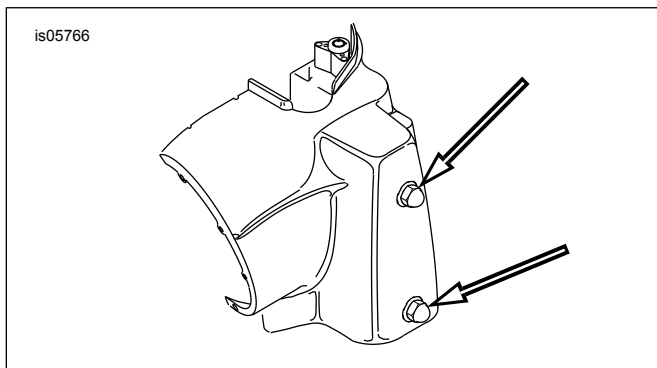

Figure 9. Fixations du phare de la nacelle (modèles FLHR)
- Consultez Figure 9 . Desserrer les deux écrous borgnes qui retiennent la moitié gauche de la nacelle (voir les flèches). Répéter le processus pour la moitié droite de la nacelle.